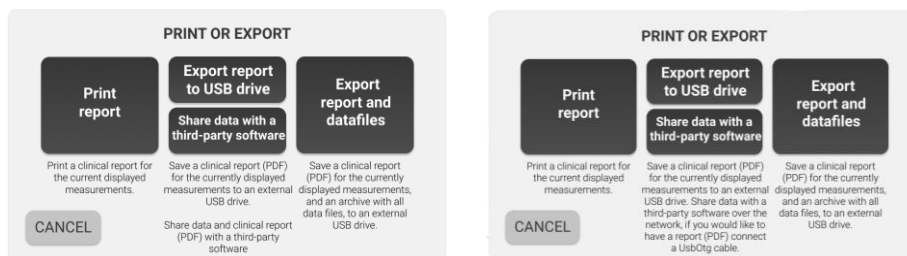

Figura 63 - Condivisione dati con software di terze parti
- Selezionare *Condivisi con software di terze parti* per condividere il referto clinico attraverso la porta USB-OTG o cavo ethernet con un software di terze parti (**Figura 63**):